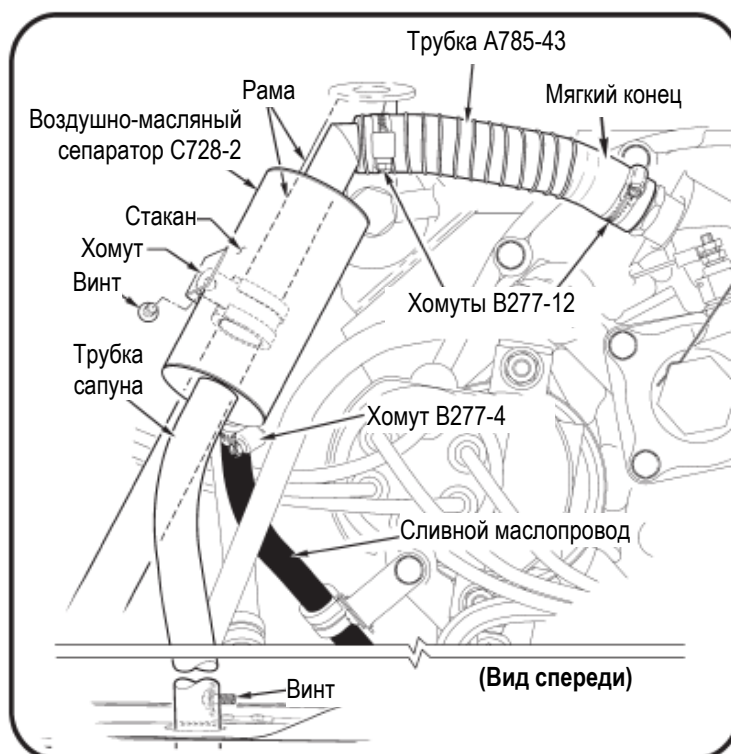

РИС. 1
1. См. рис. 1. Закажите в Отделе обслуживания клиентов RHC (RHC Customer Service) по одной трубке сапуна A785-43 на каждый затрагиваемый вертолёт.